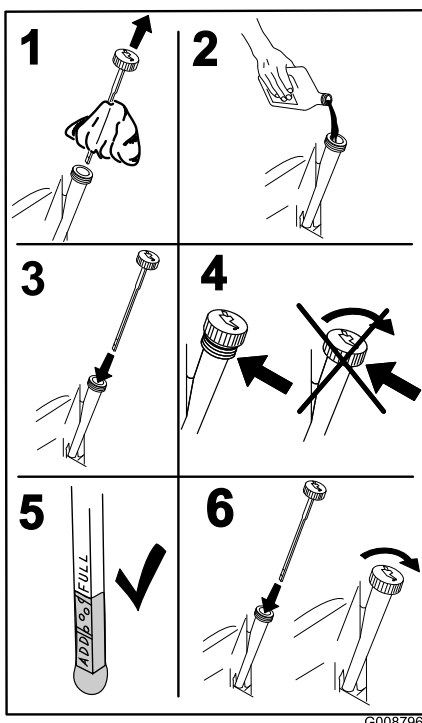

Figura 52
- Versate lentamente circa l'80% dell'olio indicato nel tubo di rifornimento e sempre con cautela rabboccate l'olio necessario per portarlo alla tacca di **Pieno** (Figura 52).